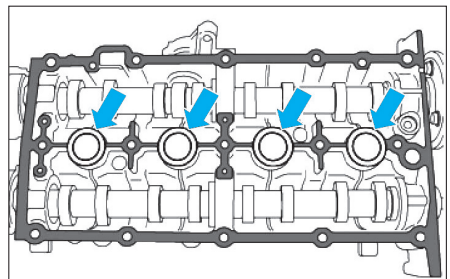

Fig. 68
- Mettre en place les quatre joints d'étanchéité neufs dans les rainures de la culasse (Fig.68).